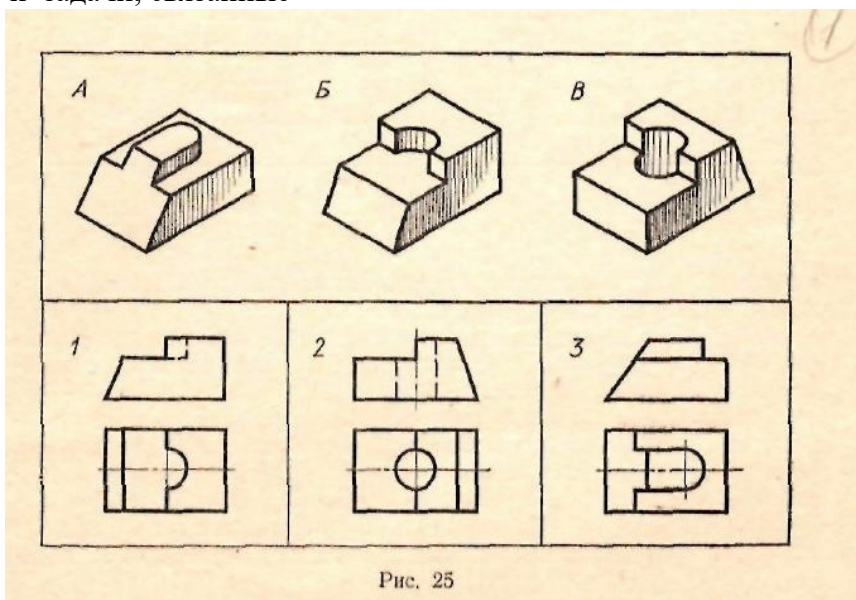

Рис. 25
**Пример первый** (рис. 25). Цель задания состоит в развитии представлений учащихся о пространственных отношениях форм поверхностей, составляющих предметы. Получение правильного ответа зависит здесь от умения ученика различать выступ, вырез и сквозное отверстие, образованные цилиндрической поверхностью, или скос, срез одной или нескольких частей, образованные плоскостью.